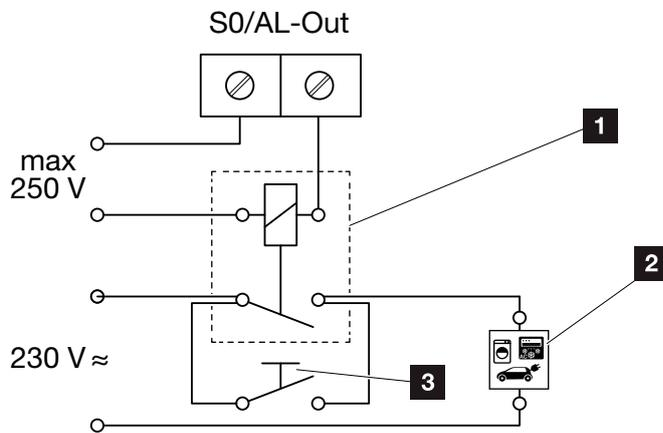

Abb. 61: Elektrischer Anschluss Eigenverbrauch
1. Externes Lastrelais fachgerecht an die Anschlussklemme S0/AL-Out anschließen  **Abb. 61**